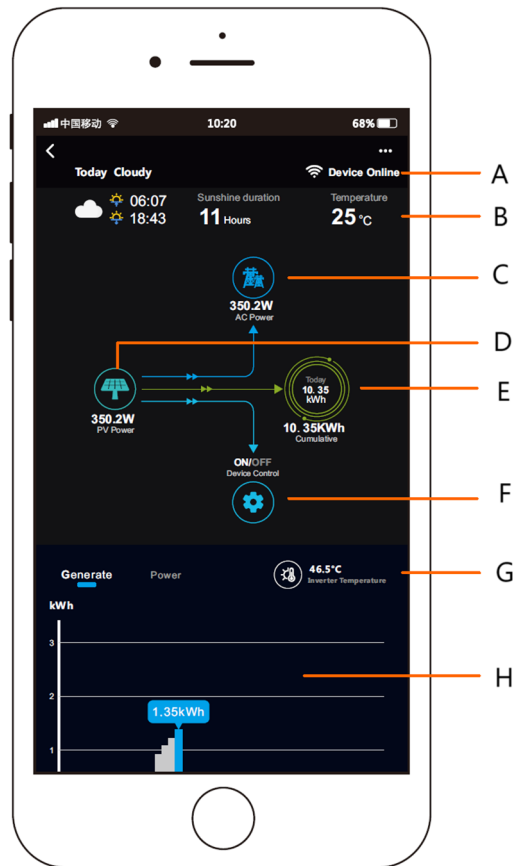

**Figure 3 Figure 4**
- 3) Lorsque la figure 3 apparaît, veuillez saisir le mot de passe Wi-Fi actuellement connecté au téléphone mobile et cliquez sur Suivant.